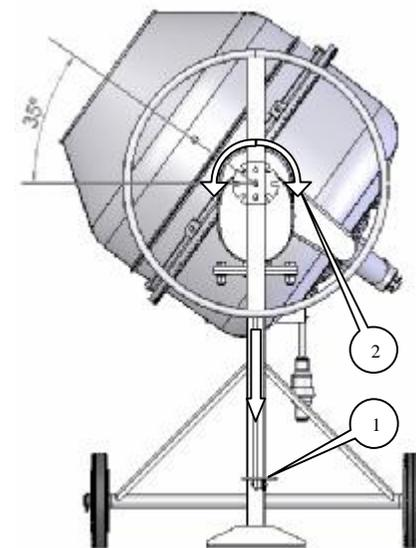

Рис.2 Положение смесительного барабана при перемешивании.
- Установить смесительный барабан в положение загрузки и смешивания (35° к горизонту (рис. 2).